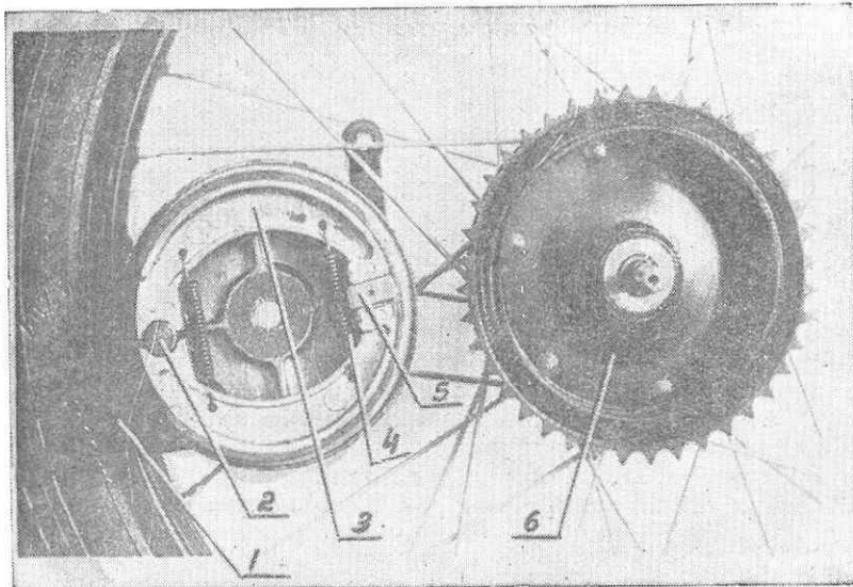

Рис. 19.
Тормоз (рис. 19) состоит из тормозного барабана (6), основания тормозных колодок (1), оси тормозных колодок (2), кулачка тормозных колодок (5), рычага тормозных колодок (1), тормозных колодок (3), двух пружин (4).